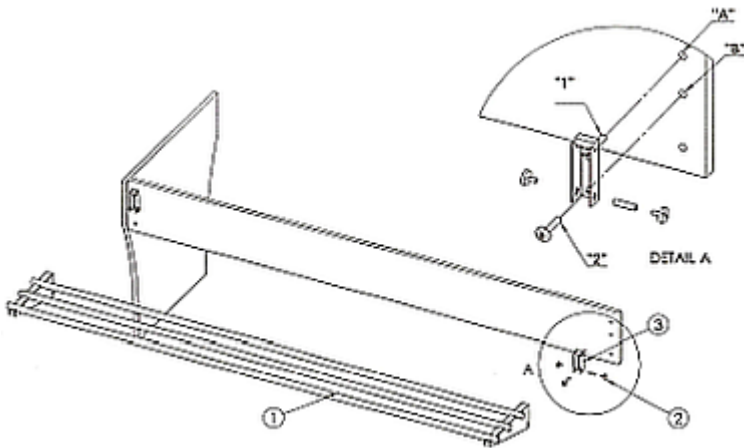

Fig. 4
1. Pour monter le support ③ (fig. 4) de la glissière plateaux, utiliser les orifices « A » et « B » (orifices 1. et 2. Sur le panneau en bois, en haut).
3. Fixer le support ③ sur le panneau en bois en vissant la vis « 1 » dans l'orifice « A » et la vis « 2 » dans l'orifice « B ».
4. Poser la glissière plateaux ① sur les supports et la fixer à l'aide de la vis d'espacement ②.